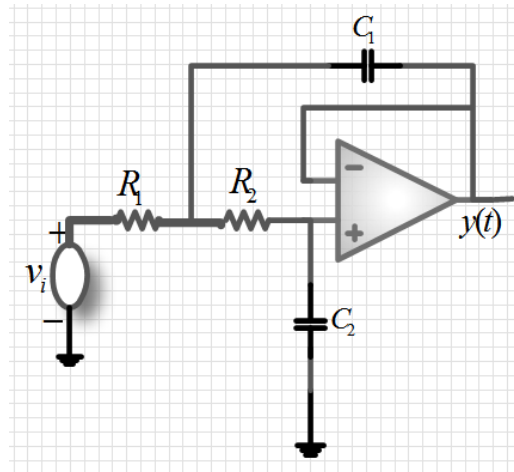

FIG. 17 –
Soit le circuit de la figure 17.
1. Réaliser le montage de la figure 17, avec $R_1 = 2.2 \text{ k}\Omega$, $R_2 = 10 \text{ k}\Omega$, $C_1 = 0.1 \mu\text{F}$, $C_2 = 2.2 \text{ nF}$. La tension v_i est un échelon d'amplitude 1 V (Utiliser un signal carré de fréquence 100 Hz , d'amplitude 0.5 V , puis ajuster l'offset du GBF de sorte que la valeur minimale du signal v_i visualisé à l'oscilloscope en mode DC soit nulle). Relever sur CH1 la tension v_i et sur CH2 la solution $y(t)$ de l'équation différentielle ci-dessus.